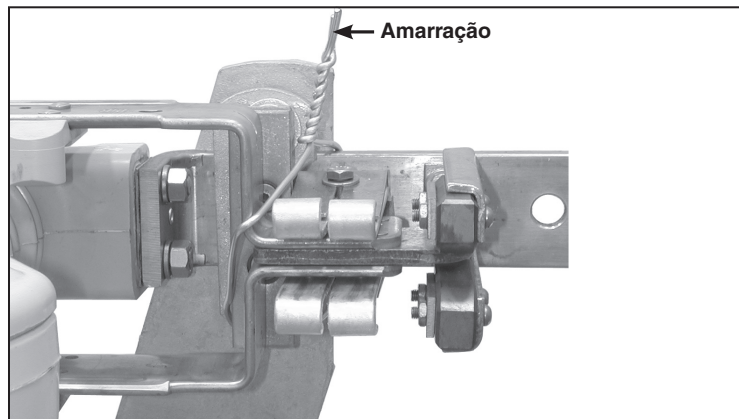

Figura 6. Prenda a lâmina aos contatos principais.
PASSO 4. Para minimizar o tempo gasto nos ajustes finais, certifique-se que a chave está totalmente fechada. Prenda as lâminas da chave aos seus contatos fixos principais. Ver Figura 6.